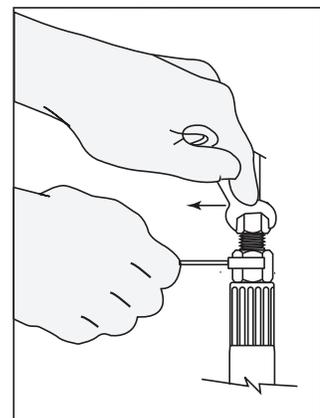

Fig. 7b
7.2 Connecter ensuite le tube d'alimentation d'eau à l'extrémité de l'atténuateur de coup bélier en utilisant le même type de raccord que pour la valve d'isolation. Utilisez la méthode à deux clés pour le serrage. Voir Fig. 7b.